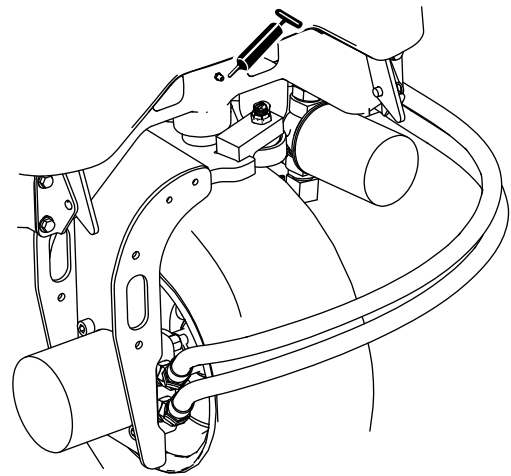

Figura 37
- Pivote de dirección (Figura 37)